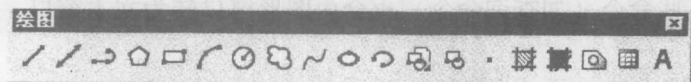

图 1-6 带有标题栏的 [绘图] 工具栏
3) 查看工具栏的内容。在工具栏上的非按钮区按下鼠标左键拖动(或工具栏上的凸起双线位置),把工具栏拖到工作区的中央,如图1-6所示,标题栏上有工具栏的名字,这是一个[绘图]工具栏,可以单击右上角的按钮关闭此工具栏。